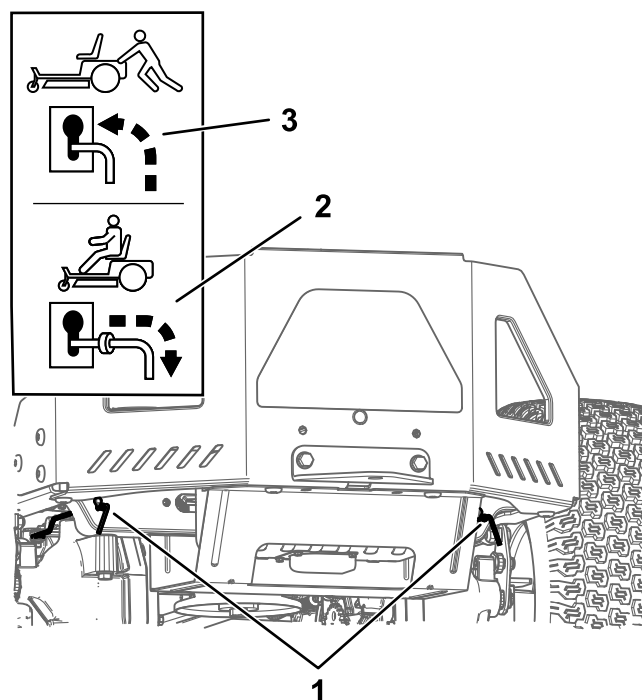

図 26
- 両方のバイパスレバーをスロットに沿って前に動かし、更に下に動かしてロックする 図 26。